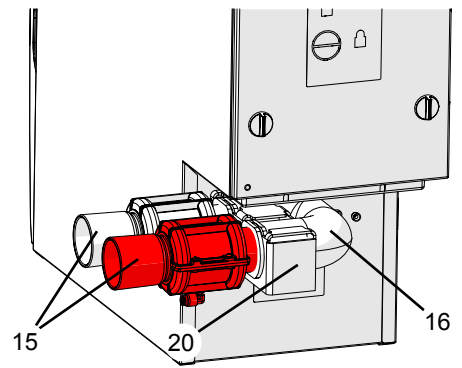

Abb. 3
Das Öffnen und Schließen der Saugkanäle erfolgt über pneumatische Quetschventile (15, Abb. 3).
- ⇒ Quetschventile (15, Abb. 3) aus dem Ansaugkrümmer (16, Abb. 3) herausziehen.
- ⇒ Rändelschraube (19) herausdrehen.
- ⇒ Ansaugkrümmer (16) zusammen mit Halterung (20) durch Drehung von den Halteschrauben (26) lösen und nach hinten vom Absaugstutzen der Absaugung abziehen (A).
- ⇒ Ansaugkrümmer aus der Halterung herausdrücken (B), drehen (C) und in neuer Lage wieder in Halter hineindrücken (D).
- ⇒ Ansaugkrümmer auf Absaugstutzen der Absaugung aufstecken und Halterung in Halteschrauben (26) einhängen (E).
- ⇒ Halterung mit Rändelschraube (19) sichern.